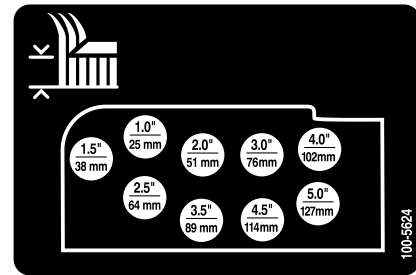

Рисунок 20
- Закрепите цепи регулировки высоты скашивания в требуемом отверстии с помощью шплинтуемого штифта и игольчатого шплинта (Рисунок 20).